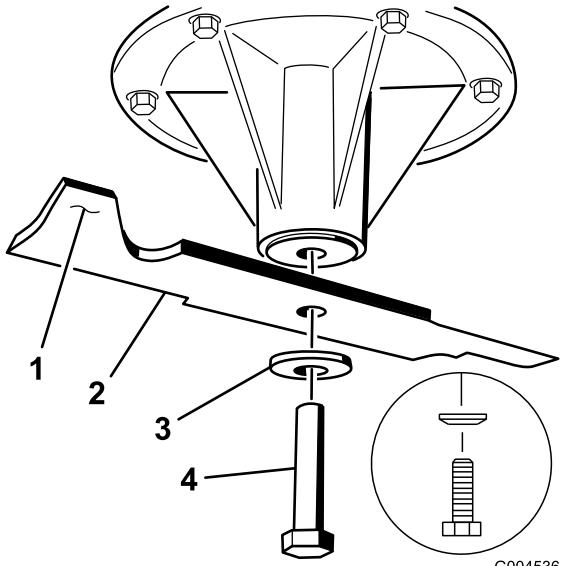

Figure 77
2. Enlevez de l'axe, le boulon, la rondelle bombée et la lame (Figure 77).
2. Vérifiez l'équilibre de la lame en la plaçant sur un équilibrEUR (Figure 79). Si la lame reste horizontale, elle est équilibrée et peut être utilisée. Si la lame est déséquilibrée, limez un peu l'extrémité de la partie relevée seulement (Figure 77). Répétez cette procédure jusqu'à ce que la lame soit équilibrée.